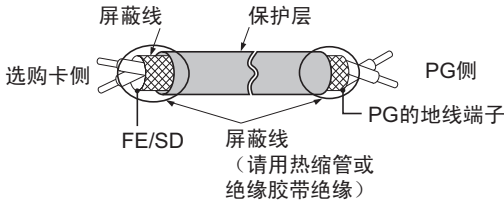

图 105 屏蔽线线头的处理
4. 请参照图 105 对电线的线头进行处理。关于接线时的紧固力矩，请参照表 67 和表 68。请确认所有的电线是否切实固定牢靠、电线的保护层是否卡入了端子排的插孔。另外，请切掉所有伸出来的芯线。